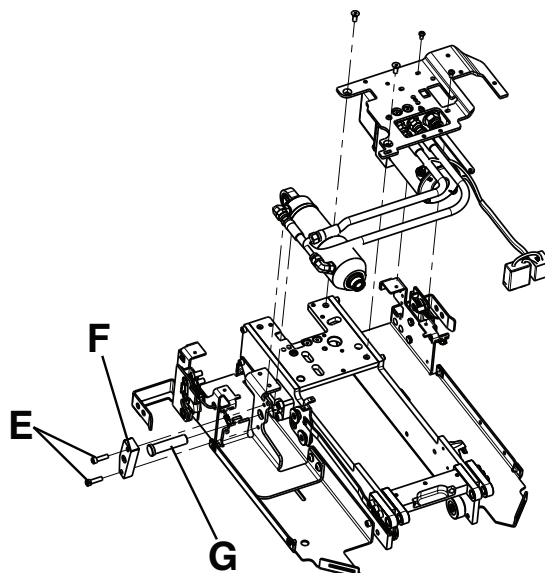

Figure 34 – Emplacement de la broche du vérin hydraulique
10. À l'aide d'une clé à six pans de 3/16 po, retirer les deux vis (E) qui fixent le support de vérin (F) au chariot et retirer l'axe à épaulement du vérin (G) (Figure 34). Conserver les vis.